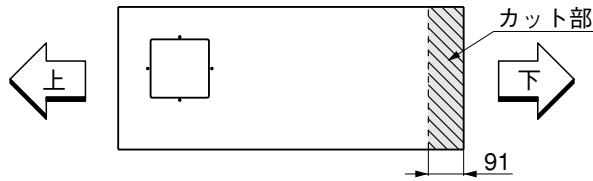

図3-1 換気扇用FIXパネル加工
①図3-1にしたがって、カット部を91mmカットしてください。